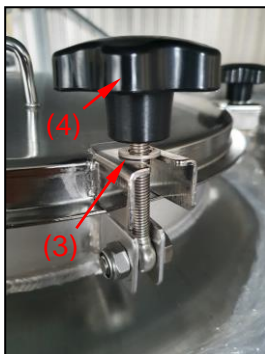
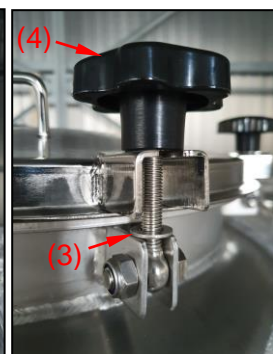

Abb.1 Griff lose
Abb.4 Falsche Anwendung!
Beim Schließen des Druckdomdeckels ist zwingend darauf zu achten, dass die Scheiben (3) an den Handgriffen (4) oberhalb auf dem Domdeckel aufliegen (Abb.1, 2 und 3). Werden diese beispielsweise wie in Abb.4 oder gar nicht angebracht, kann dies unter Druck zu Deformationen des Domdeckels und somit zur Undichtheit des Druckgerätes führen – Achtung Unfallgefahr!